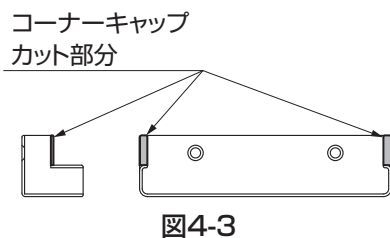

図4-3
- ①コーナーキャップのネジ止め側の上下返し部分をニッパー等で切り取ってください。(図4-3参照)
- ②幕板B90° コーナーキャップを幕板Bと幕板Bではさみ込み、【14-1】で固定してください。